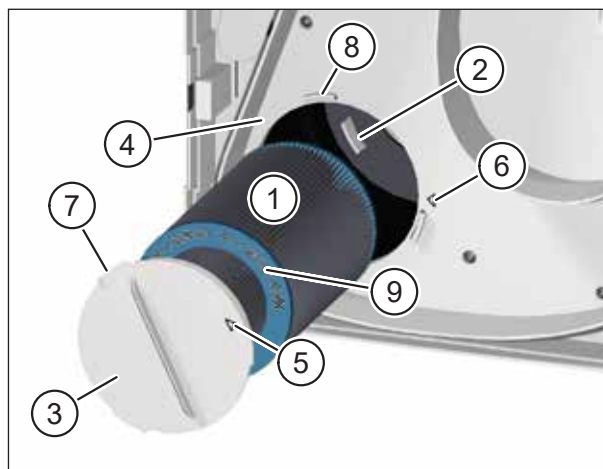

Fig. 19 : Mettre en place le nouveau filtre d'air neuf
- ▶ Introduisez avec précaution le nouveau filtre d'air neuf (pos. 1 dans Fig. 19) dans l'appareil d'aération.
- ▶ Veillez à ce que le filtre à air glisse dans les 3 ergots de retenue (pos. 2 dans Fig. 19) sur la paroi arrière de l'appareil d'aération.
- ▶ Posez le couvercle du filtre (pos. 3 dans Fig. 19) sur le filtre d'air neuf. Veillez à ce que le couvercle du filtre repose à plat sur la plaque intermédiaire (pos. 4 dans Fig. 19).
- ▶ Tournez le couvercle du filtre dans le sens des aiguilles d'une montre, jusqu'à ce que la flèche sur le couvercle du filtre (pos. 5 dans Fig. 19) soit alignée avec la flèche de la position d'arrêt (pos. 6 dans Fig. 19). Veillez à ce que les 3 ergots (pos. 7 dans Fig. 19) sur le couvercle du filtre s'enclenchent dans les supports (pos. 8 dans Fig. 19) sur la plaque intermédiaire.
- Seuls les filtres M-WRG-II FA, n° d'art. 750010, et M-WRG-II FK (filtres au charbon actif), n° d'art. 750020, peuvent être utilisés comme filtre d'air neuf. Le n° d'art. et la catégorie du filtre à air sont gravés sur la plaque d'extrémité turquoise du filtre à air (pos. 9 dans Fig. 19).